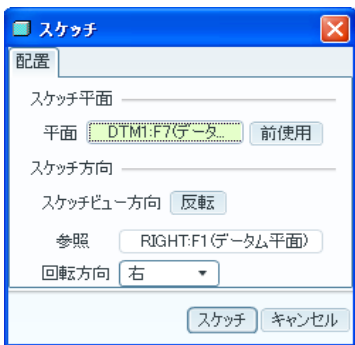

図 4-16 スケッチ平面の設定
- ・ 「配置」、「定義」をクリックしスケッチ平面を図 4-16 のように、スケッチ基準面を「DTM1」に設定する。スケッチの参照面は「RIGHT」、回転方向は「右」(Pro/E の初期設定条件)にして、「スケッチ」をクリックして、スケッチの設定を終了する。